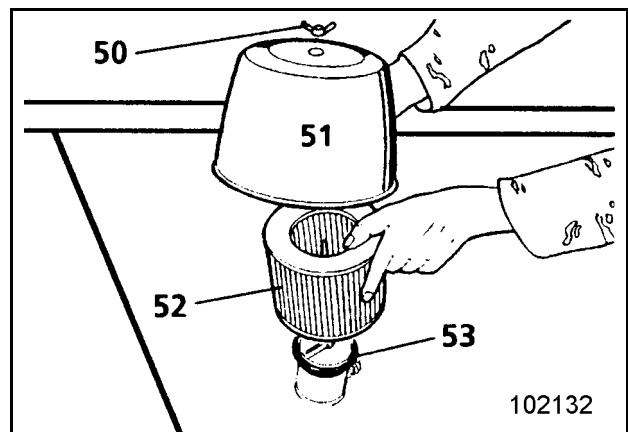

Fig. 3-58:
- Desenroscar la tuerca (50, Fig. 3-58:). Retirar la cubierta (51) y retirar el elemento filtrante (52) de la barra de retención.
- Insertar un anillo de obturación nuevo (53) y el elemento filtrante nuevo y asegurar la cubierta (51) por la tuerca (50).